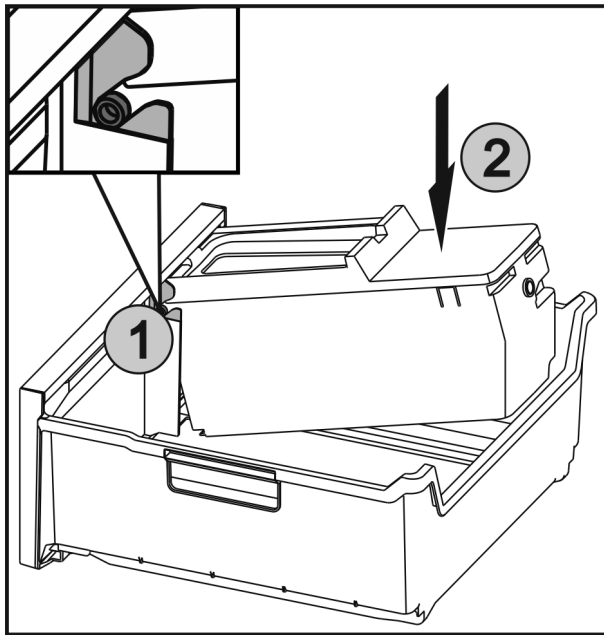

Fig. 57
- ▶ Вкарайте осите Fig. 57 (1) на EasyTwist-Ice във водачите и натиснете задната страна Fig. 57 (2), докато езичето се фиксира.